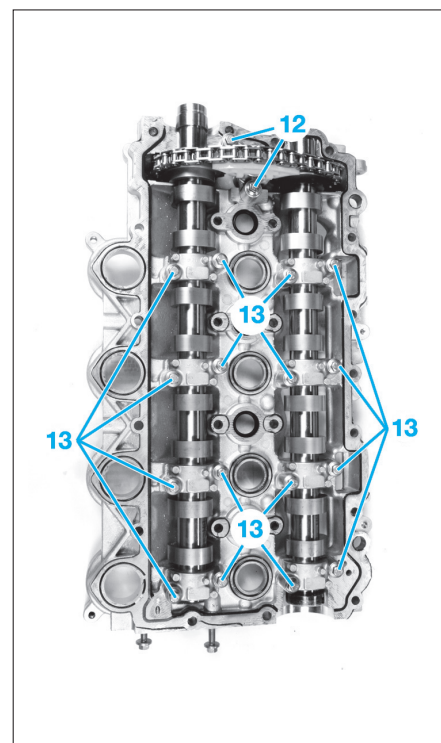

Fig. 74
- les vis de fixation (12) (Fig.74) du tendeur de chaîne,
- les vis de fixation des paliers d'arbre à cames (13),